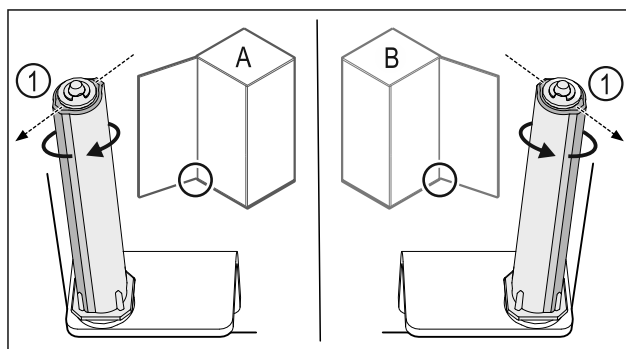

Fig. 37 Ovi avautuu vasemmalle (A) / ovi avautuu oikealle (B)
- ▶ Kierrä sulkuyksikköä vastusta vasten niin pitkälle, että sulkujärjestelmän porras Fig. 37 (1) osoittaa ulospäin.